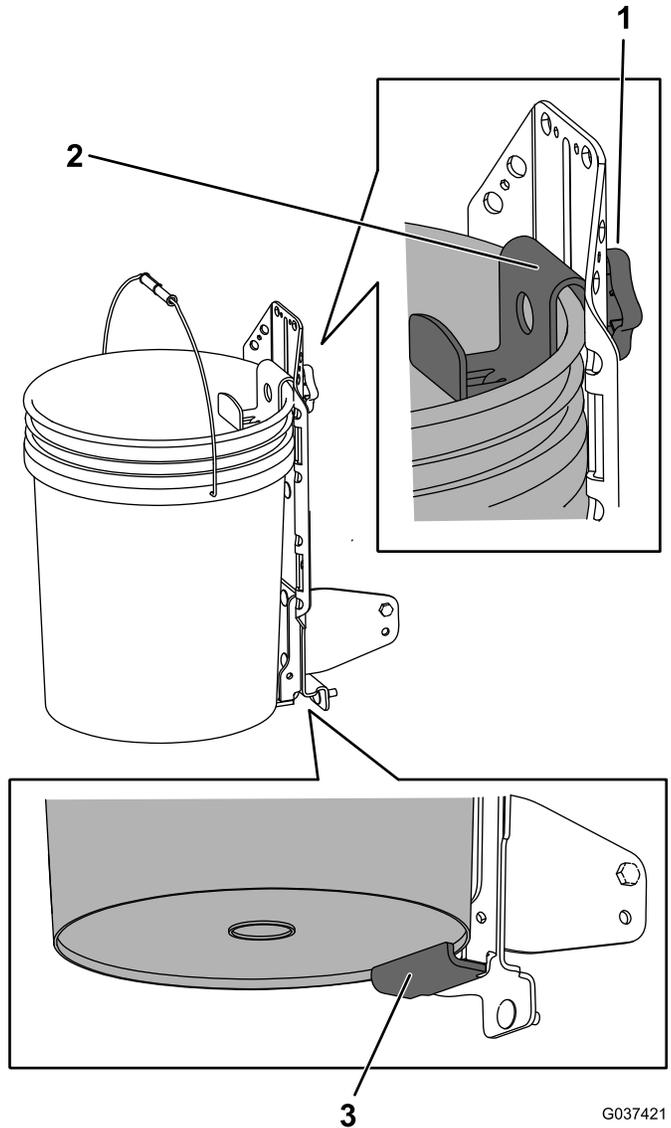

Figura 6
1. Afloje el pomo y eleve el soporte superior. Apriete el pomo para sujetarlo en su posición (Figura 6).
2. Si ha retirado el soporte de bisagra, coloque el borde inferior del cubo sobre el saliente inferior del soporte soldado (Figura 6).
3. Afloje el pomo y baje el soporte superior al máximo sobre el borde del cubo. Apriete el pomo (Figura 6).